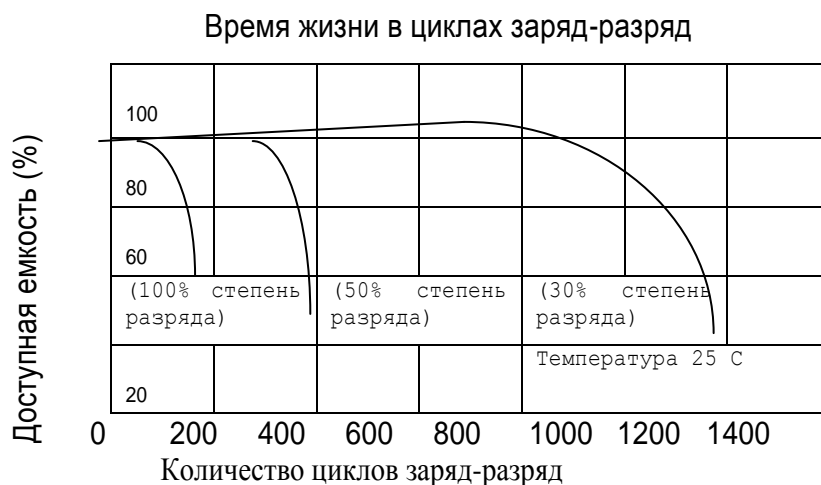

Рисунок 6
3.3 Средний срок службы батареи может изменяться от 3-х до 5 лет в зависимости от режима эксплуатации; например, срок службы аккумулятора существенно увеличивается при уменьшении глубины разряда (рисунок 6)